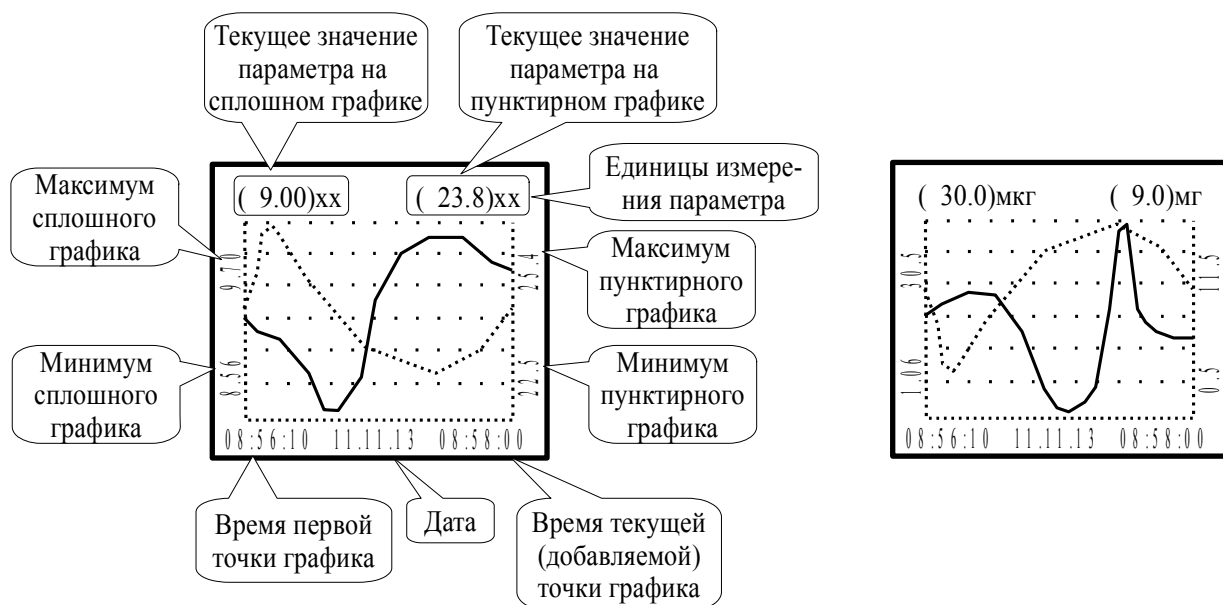

Рисунок 5 - Вариант отображения измеренных параметров в графическом виде
**3.3.1.9** **Графики** - отображение измеренных данных в виде графика (смотри Рисунок 5).